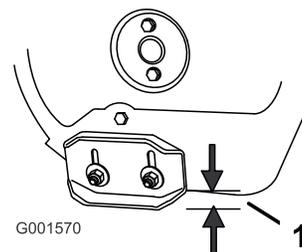

Рисунок 34
2. Ослабьте затяжку гаск, крепящих оба полоза к боковинам шнека, так, чтобы шнек мог легко перемещаться вверх и вниз (Рисунок 34).